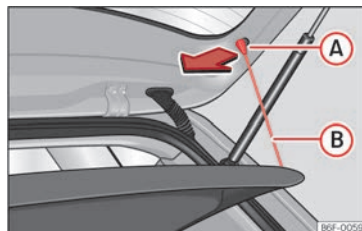

Abb. 187 Im Gepäckraum:
- Hängen Sie die Haltebänder >>> **(Abb. 187) (B)** aus den Aufnahmen **(A)** aus.
- Hängen Sie die Haltebänder >>> **(Abb. 187) (B)** an der Heckklappe ein.